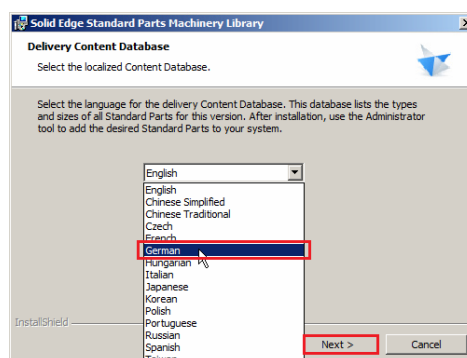

Abbildung 15
- 4.4. Wählen Sie als die zu installierende Sprachversion *German* aus und bestätigen die Auswahl mit einem Klick auf *Next* (Abb. 15).